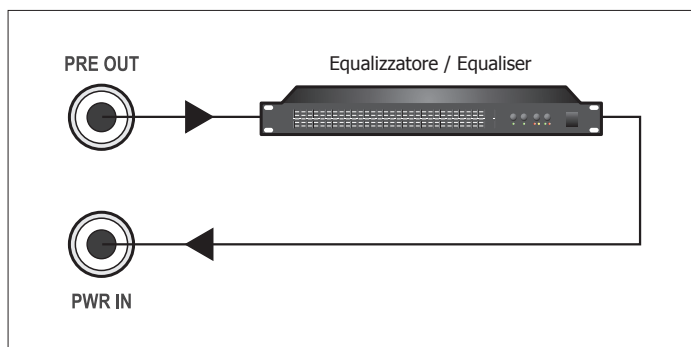

Fig. 3.6.1
Nei casi in cui fosse richiesta un'elaborazione acustica del segnale, è possibile collegare un equalizzatore, od altro elaboratore di segnale, alle prese **PWR IN (10)** e **PRE OUT (11)**. Questa realizzazione permette la correzione acustica di ambienti particolarmente riverberanti e la soppressione della retroazione acustica diffusore-microfono, nota come Effetto Larsen (fig. 3.6.1).
Should acoustic processing of the signal be required, it is possible to connect an equaliser or another type of signal processor to the **PWR IN (10)** and **PRE OUT (11)** sockets. This enables acoustic correction of an environment featuring strong reverberation and the suppression of acoustic feedback between a loudspeaker and the microphone, known as the Larsen effect (Fig. 3.6.1).